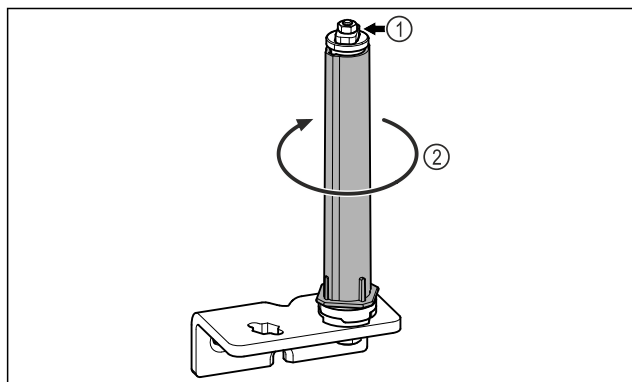

Fig. 28
- Dørlukkesystemet Fig. 28 (1) må ikke demonteres.
- Drej lukkesystemet Fig. 28 (2), til det klikke.